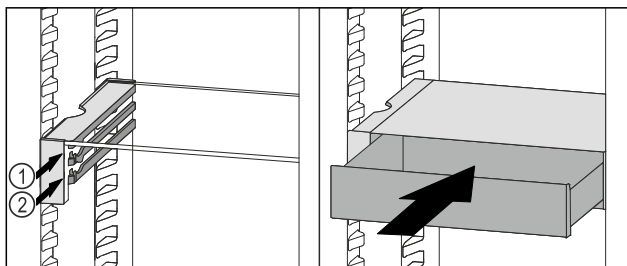

Fig. 217
- Stavite ladicu VarioSafe ukoso iza zaustavljača na željeni žlijeb Fig. 217 (1) ili Fig. 217 (2).